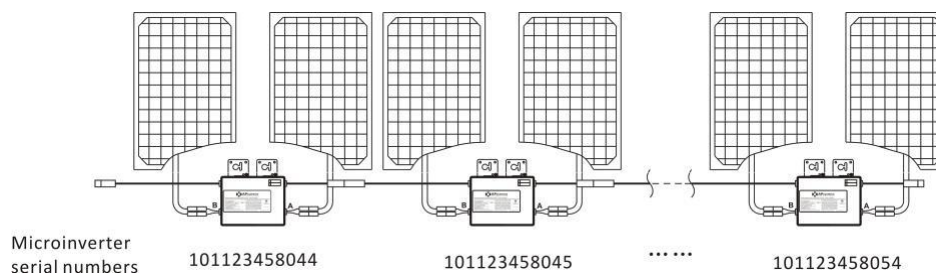

Figura 12
- Cada Microinversor APsystems tem etiquetas de número de série removíveis. Retire as etiquetas, fixe uma para a respectiva localização mapa instalação APsystems, e preencha A e B no rótulo a seguir (como Figura 13) de acordo com a disposição no telhado (como na Figura 12), em seguida, fixe outro rótulo na estrutura do módulo fotovoltaico, para que ele possa ser facilmente visto. Os cartões de garantia podem ser encontrados no Apêndice deste manual ou no site da APsystems (www.APsystems.com)